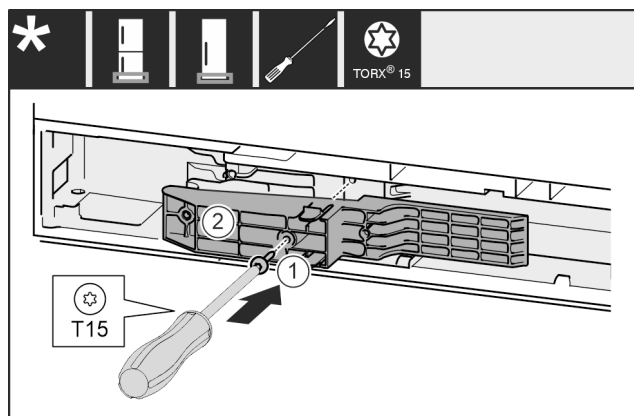

Fig. 47 *
- Adaptér Fig. 47 (1) na straně rukojeti vložte do výklenku.*
- Šroubovákem šroub Fig. 47 (2) pevně utáhněte.*